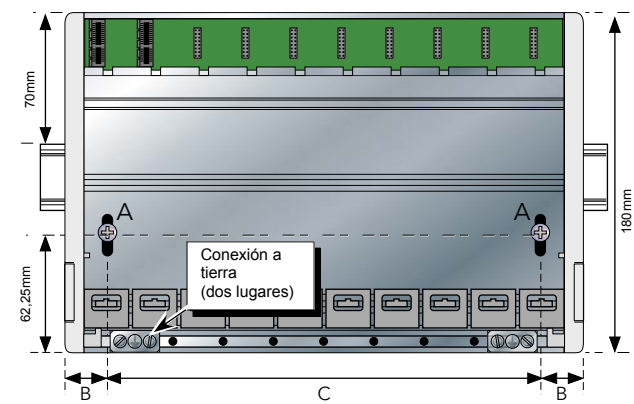

Figura 1: Dimensiones de la placa base
Como se muestra en Figura 1 y Tabla 1, la placa base E+PLC400 está disponible en cuatro tamaños, que admiten 0, 4, 8 y 16 módulos E/S respectivamente.
- Utilice un destornillador Pozidriv apropiado para aflojar los tornillos ('A' en la Figura 1) de la base, dejando que éstos y sus correspondientes clips de sujeción caigan al fondo de la ranura del tornillo.
- Encaje el instrumento en el extremo superior del raíl DIN y utilice el destornillador para deslizar los tornillos (A) y los clips correspondientes hacia arriba hasta el tope de las ranuras del tornillo.
- Sujete la base en horizontal sobre el panel y marque en éste, la posición de los dos orificios. (Para los centros, consulte la Figura 1 anterior).